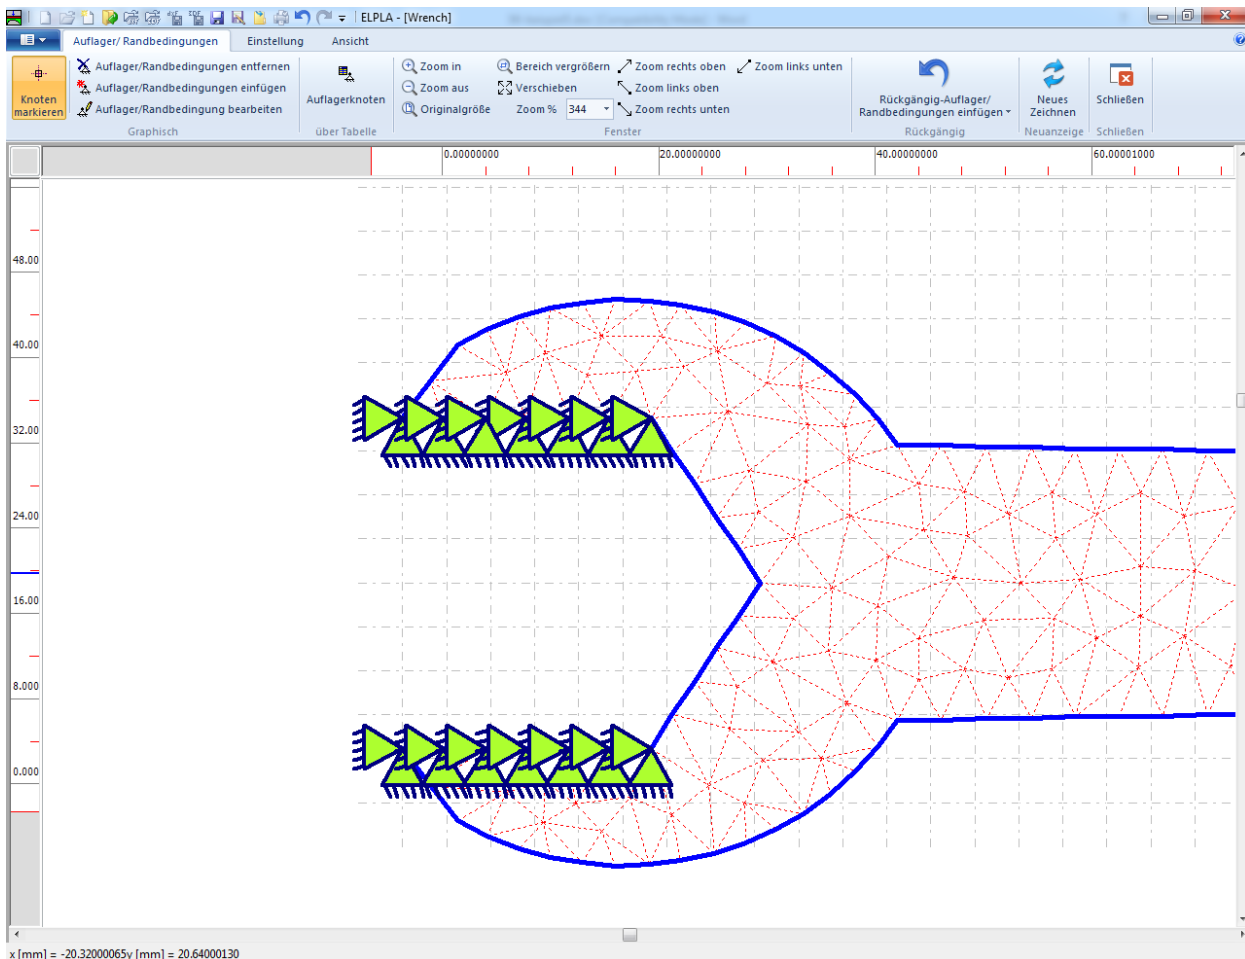

Bild 5.22 Auflager auf dem Bildschirm
Nach Beenden der Definition der Auflager sollte der Bildschirm wie das Bild 5.22 aussehen.
- Wählen Sie "speichern" aus dem "Datei"-Menü (Bild 5.22), um die Daten der Auflager zu speichern